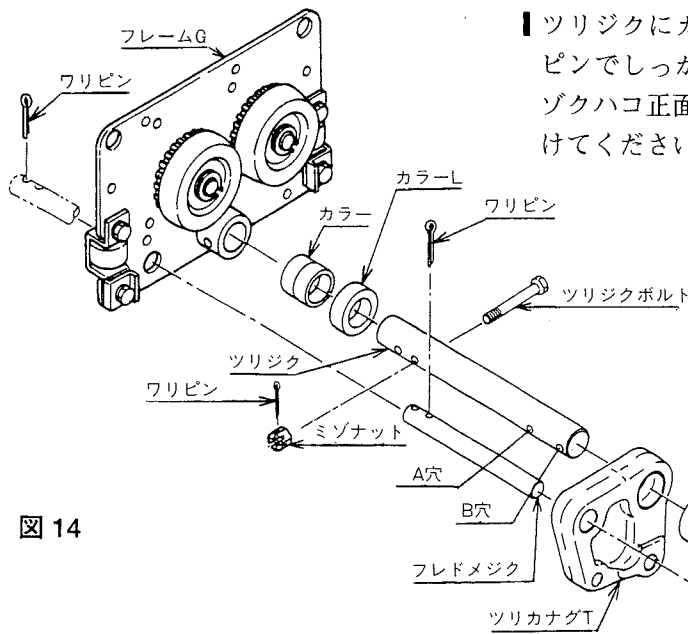

図 14
- ツリジクにカラー、カラーLを挿入する。 <図14参照> ツリカナグT (ER本体に取り付けられています) をツリジク、フレドメジクに挿入する。(ER銘板とMR銘板が同一方向を向く様、向きを合わせる)。